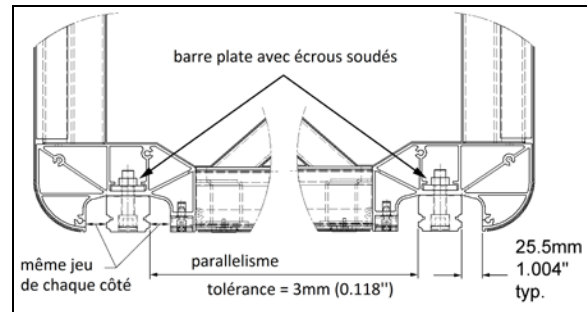

FIGURE 28: POSITIONNEMENT DU RAIL 260159
Le rail est boulonné sur une barre plate sur laquelle les écrous soudés sont montés. La barre plate est insérée dans l'extrusion du bâti intérieur de la rallonge coulissante et peut être démontée à travers le capuchon d'extrémité (Figure 28).
8. Ajuster la position du rail selon la Figure 28. Pour chaque rail, assurez-vous que l'écart est le même des deux côtés du rail. Utilisez des blocs acétal pour vérifier l'écart.